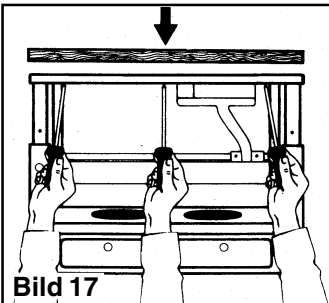

Bild 17
- Lichtblende (Möbelteil) gemäß Schablone vorbohren und an Wrasenschirm mit 3 Schrauben befestigen. **Bild 17.**